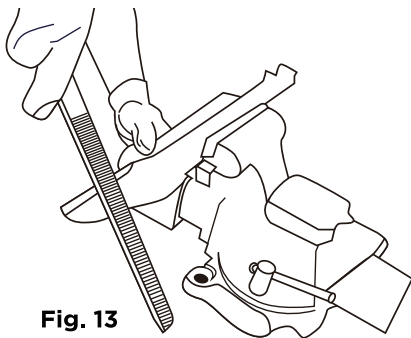

Fig. 13
- b. Sujete la cuchilla en un tornillo de banco (Fig. 13).